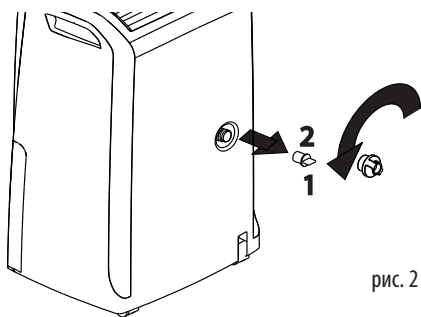

рис. 2
- 1) Отверните защитную пробку **1**, повернув ее против часовой стрелки и выньте резиновую пробку из трубки **2**, рис. 2.